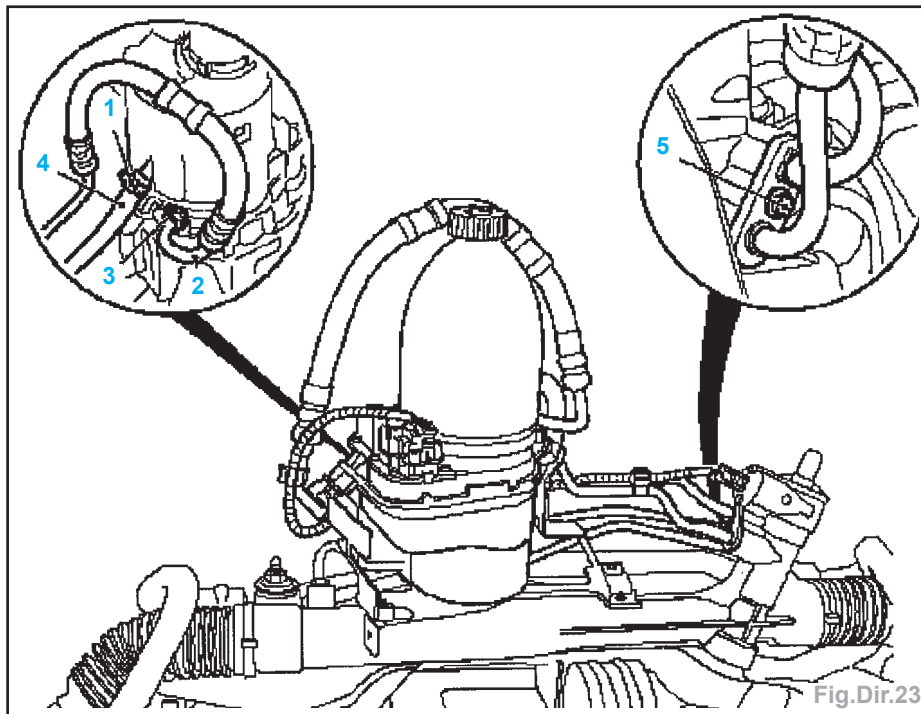

Fig.Dir.23
- Démontez la conduite de pression (2) de l'unité d'alimentation électrohydraulique (Fig.Dir.23).